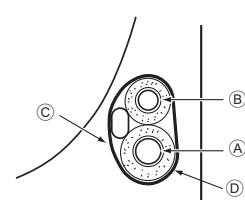

Fig. 4-3
4.3.1. Stockage dans l'espace de tuyauterie de l'appareil (Fig. 4-3)